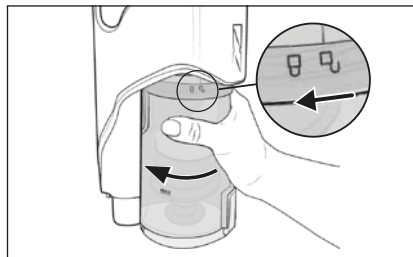

Fig. 17
- 2) Per rimuovere il contenitore della polvere **7** dall'apparecchio, ruotarlo in direzione del simbolo  (aprire), fino a quando non sarà possibile staccarlo dall'apparecchio (vedere fig. 17).